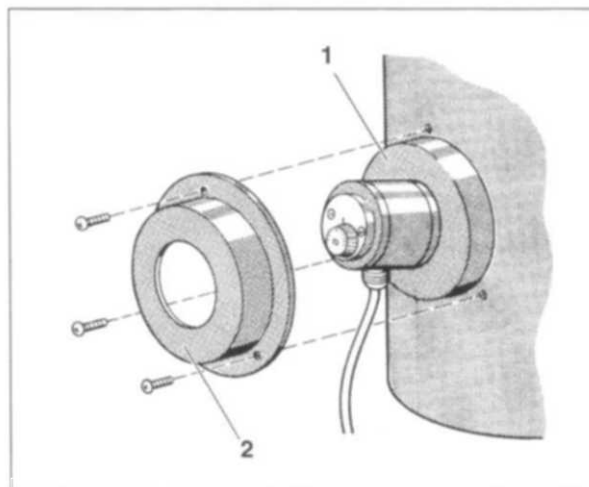

Рис. 4 Нагревательный элемент –
- Установить теплоизоляционную шайбу (Рис. 4, поз. 1) на крышку смотрового люка.
- Прикрутить защитную крышку (Рис. 4, поз. 2) тремя или четырьмя саморезами.